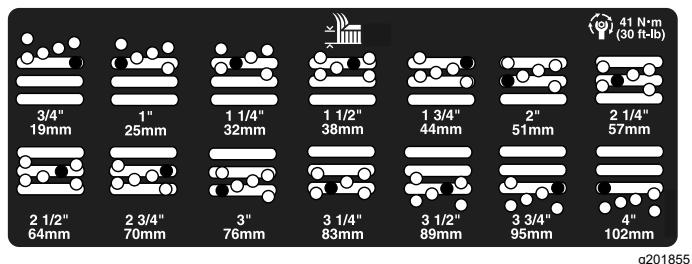

図 23
5. 希望の刈り高にチェンバを合わせ、その刈り高の穴とスロットにスペーサを通す図23。